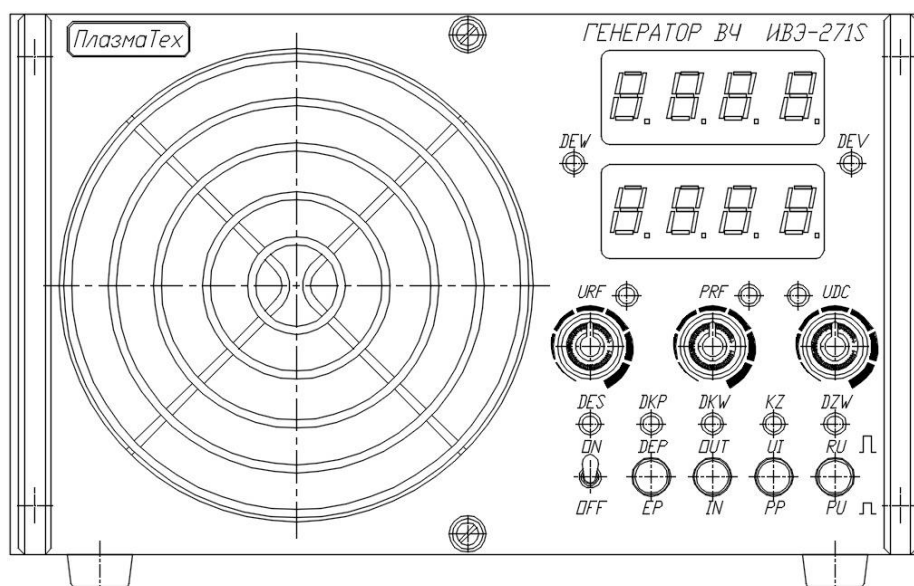
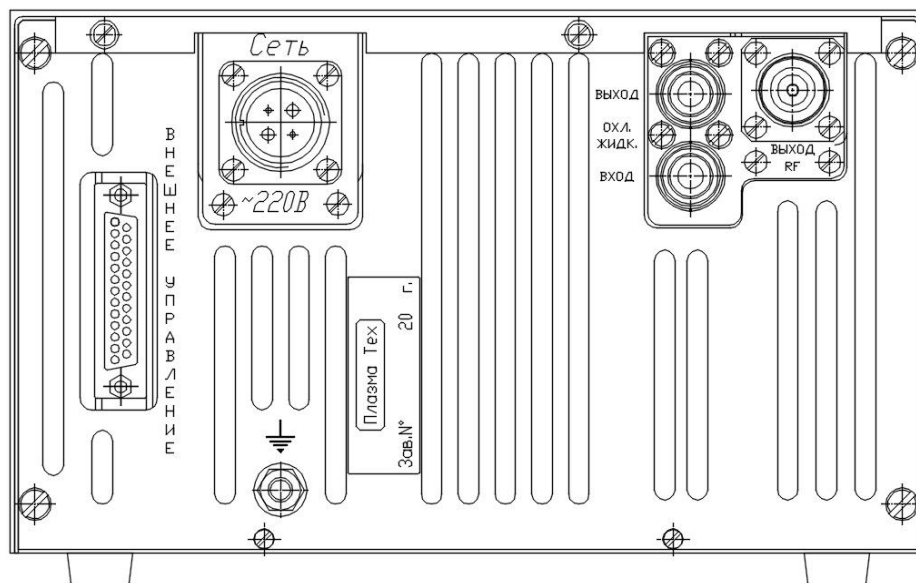
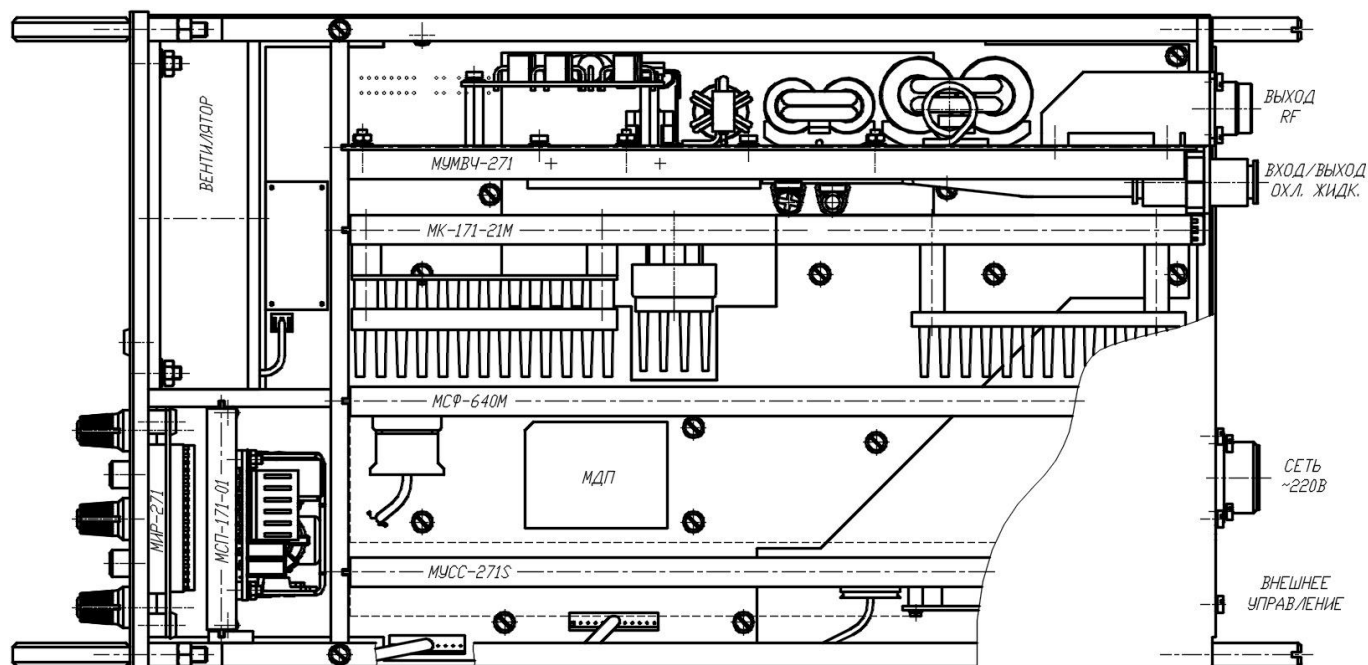

Рис.1. Внешний вид генератора ВЧ «ИВЭ-271RFS» спереди.
Рис.2. Внешний вид генератора ВЧ «ИБЭ-271RFS» сзади.
Рис.3. Расположение модулей в генераторе ВЧ «ИБЭ-271RFS».
Генератор ВЧ выполнен в конструктиве «Евромеханика» с высотой крейта 3U и шириной 9,5". На основании крейта закреплена кроссплата, которая осуществляют коммутацию сигналов между модулями. Это обеспечивает при необходимости быструю замену модулей. Вид спереди на генератор ВЧ показан на рис.1, вид сзади – на рис.2, а расположение модулей и узлов в нём показано на рис.3.
7.1. Перед началом работы внимательно изучите техническое описание и ознакомьтесь с расположением органов управления и индикации на передней панели генератора ВЧ (см. рис.1) и последовательностью нажатия кнопок задания режимов. Сокращённые обозначения органов управления, индикации и коммутации «ИВЭ-271RFS» имеют следующую расшифровку: